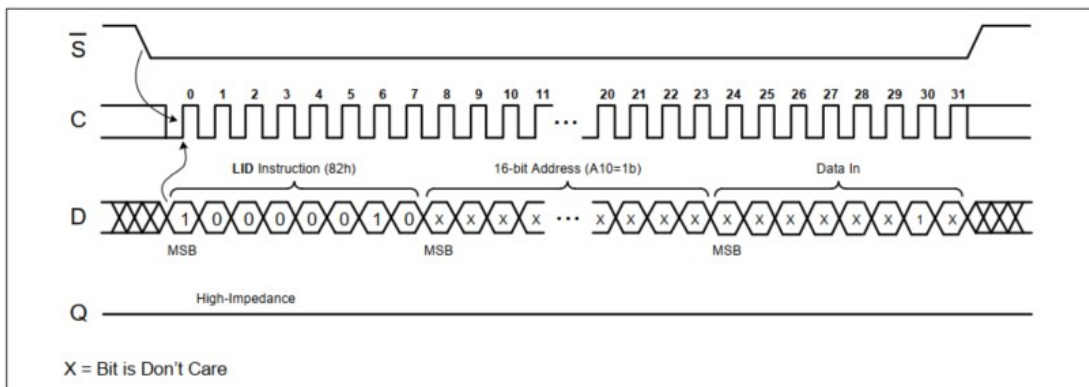

图 4-12 锁识别页
在串行时钟 (C) 的下一个上升沿之前。否则，不会执行 LID 指令 (见图 4-12)。在输入数据的字节边界处将芯片选择置高会触发自动定时写入周期，该周期持续 t_{WC} 。